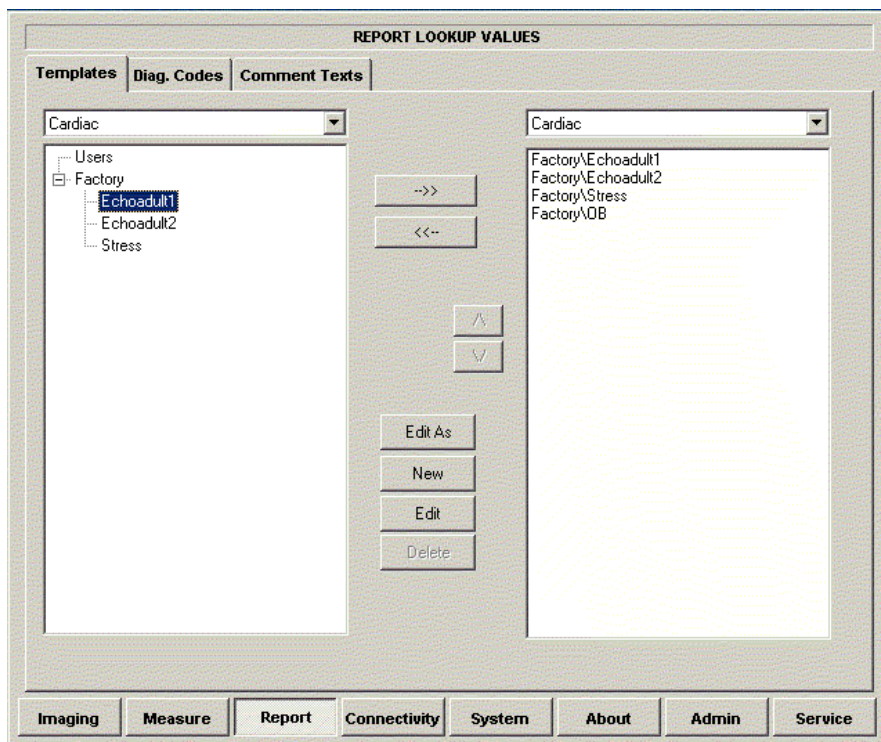

Рис. 16-23. Меню Report Templates (Шаблоны отчетов)
1. Переместите Трекбол во *всплывающее меню Application selection (Выбор приложений)* на перечень шаблонов отчетов (левое поле, см. Рис. 16-23 на стр. 16-35).
Перечень настроенных на заводе и заданных пользователем шаблонов отчетов (левое поле, см. Рис. 16-23 на стр. 16-35) обновится, и в нем отобразятся шаблоны, имеющиеся для выбранного приложения.
5. Выполните указанные выше операции для выбора приложения для *меню Template selection (Выбор шаблонов)* (правое поле, см. Рис. 16-23 на стр. 16-35).
1. Переместите Трекбол на базовый шаблон в *перечне шаблонов* (левое поле, см. Рис. 16-23 на стр. 16-35).
1. Переместите Трекбол на заданный пользователем шаблон, который требуется модифицировать, в *перечне шаблонов* (левое поле, см. Рис. 16-23 на стр. 16-35).
1. Переместите Трекбол на определенный пользователем для удаления шаблон в *перечне шаблонов* (левое поле, см. Рис. 16-23 на стр. 16-35).